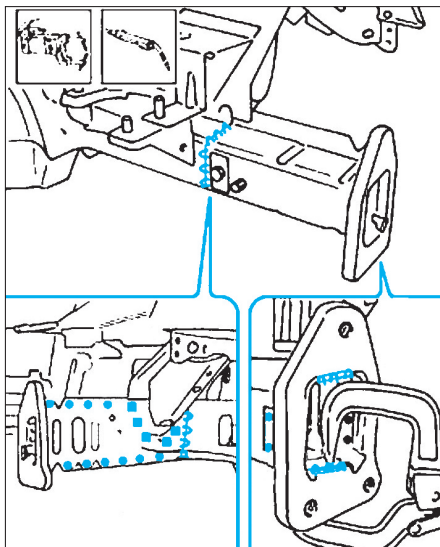

FIG. 5
- Souder le longeron comme illustré (Fig.5).